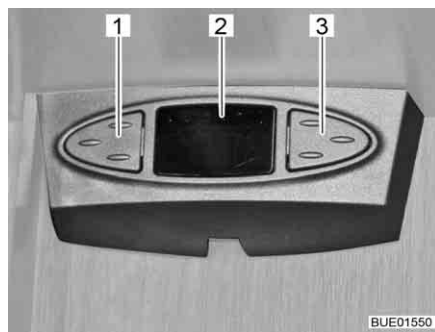

Bild 40 Satellitmus
Beroende på modell är satellitanläggningen försedd med en satellitmus. Satellitmusens indikator (Bild 40,2) visar den inställda kanalen. Via de båda knapparna kan satellitanläggningens grundläggande funktioner styras (sändarbyte, sätta igång/stänga av).
- Välja föregående sändare från sändarlistan: Tryck ner vänster knapp (Bild 40,1).
- Välja nästa sändare från sändarlistan: Tryck ner höger knapp (Bild 40,3).
- Växla mellan radio och tv: Tryck samtidigt kort på knapparna (Bild 40,1 och Bild 40,3).
- Till- och fränkoppling av mottagare: Tryck samtidigt kort på knapparna (Bild 40,1 och Bild 40,3) och håll ner dem.